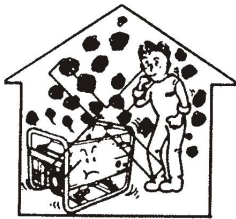

Figura 1
1.1 No utilice la unidad en lugares cerrados o parcialmente cerrados, como habitaciones, sótanos, garajes, bodegas, túneles, etc. (Figura 1)